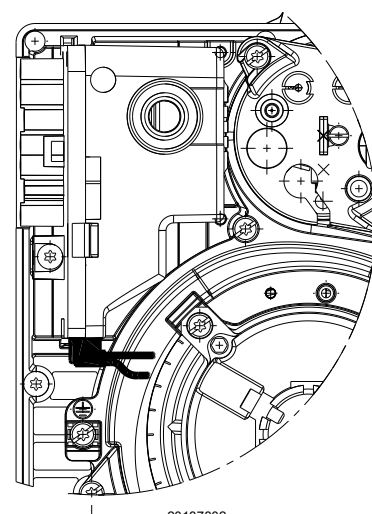

Fig. 17
- Comprobar que los conectores hayan sido conectados correctamente según los símbolos indicados en el fondo del equipo de control de llama: cerciorarse de que los conectores estén insertados a tope empujándolos hasta el fondo, cada uno en su propio alojamiento. Los cables de conexión de todos los conectores deben estar dirigidos hacia el interior del quemador (ver Fig. 17).